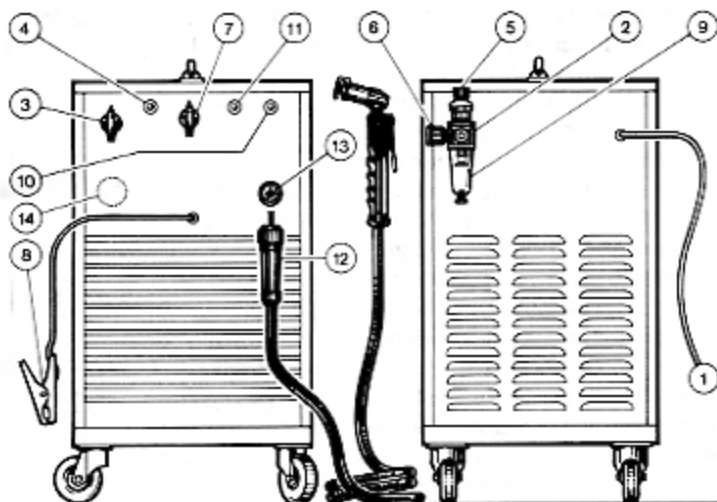
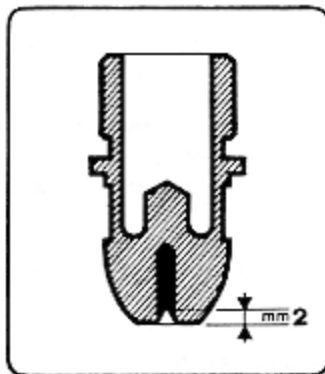
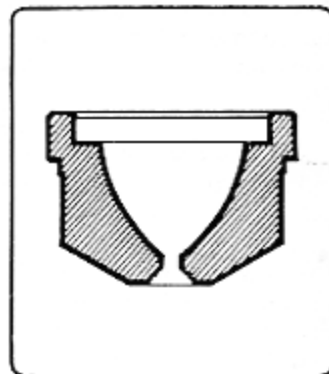
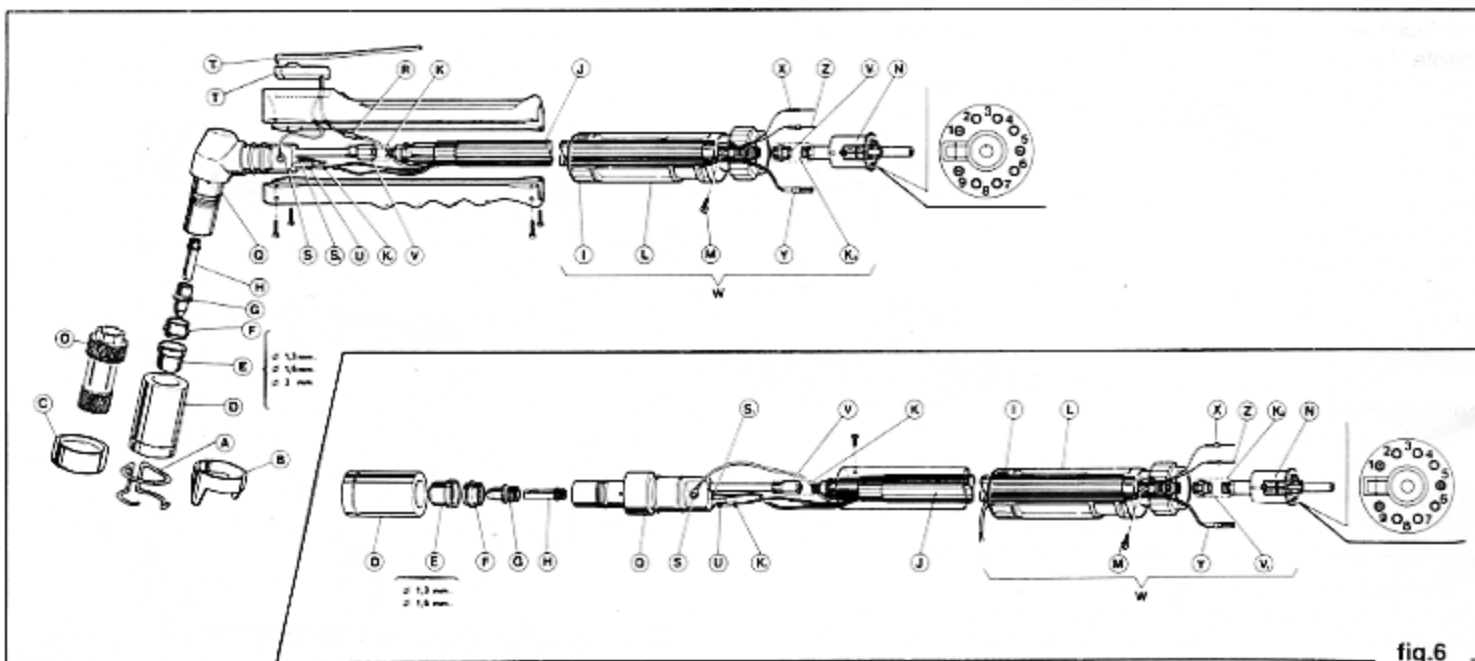

fig.2
fig.7
fig.8
fig.6
Pneumatica: per evitare che la pressione dell'aria sia insufficiente, posta sull'alimentazione della torcia ed evidenziata dalla lampada (11) (fig.2).
- 2) (Solo versione 90 A) che manda in blocco la macchina quando l'elettrodo raggiunge uno stato di usura tale da dover essere sostituito. Questa seconda funzione è evidenziata dall'accensione della lampada (10) (fig.2).
(Fig. 2) Montare la torcia sulla macchina avvitando a fondo la ghiera dell'adattatore (12) sul raccordo fisso (13) per evitare che perdite di aria da questo raccordo possano pregiudicare o danneggiare il funzionamento della torcia. Fare molta attenzione a non ammaccare il perno portacorrente o a non piegare gli spinotti dell'adattatore (12); un'ammaccatura sul perno impedisce di scollegarlo, una volta montato, dal raccordo fisso (13); uno spinotto piegato impedisce un buon fissaggio dell'adattatore (12) sul raccordo fisso (13) ed impedisce alla macchina di funzionare.
E' indispensabile utilizzare in ogni condizione di taglio un distanziale (distanziale a due punte B o molla A di fig.6). Tenere una distanza di circa 4 mm (torcia per impiego in automatico) per evitare di mettere a contatto diretto l'ugello con il pezzo da tagliare.
Accendere l'apparecchio agendo sull'interruttore di rete 3 (fig.2); questa operazione, è evidenziata dall'accensione della lampada(4).
Per questa operazione si deve usare l'ugello E (fig.6) diam.3 mm e si deve montare il distanziale C sulla boccia portaugello D. Il dis-
I particolari ad usura (fig.6) sono l'elettrodo G, il diffusore F e l'ugello E. La sostituzione di una di queste è possibile solo dopo aver svitato il porta ugello D.
L'elettrodo deve essere sostituito quando presenta un cratere profondo c.a. 2 mm. (vedi fig.7). Nella versione 90 A in caso di mancata sostituzione dell'elettrodo l'apparecchio si blocca (accensione lampada spia (10) fig. 2). Per ripristinarlo è necessario spegnere l'apparecchio sostituire l'elettrodo, l'ugello e riaccenderlo
agendo ancora sulla manopola (3) (fig. 2).
L'ugello va sostituito quando presenta il foro centrale rovinato oppure molto allargato rispetto a quello del particolare nuovo (vedi fig.8). Il diffusore F (fig.6) va sostituito quando una delle estremità tende a carbonizzare. Spesso questo particolare, a causa delle sollecitazioni termiche e meccaniche cui sottoposto, tende a rimanere incollato all'elettrodo G oppure all'ugello E. Per distaccarlo si consiglia di utilizzare l'estrattore O, fornito in dotazione all'apparecchio che permette il distacco senza danneggiare il diffusore.
2) Sostituzione del corpo torcia Q (vedi fig. 6)
3) Sostituzione dell'adattatore W (vedi fig.6)
4) Sostituzione del cavo J (vedi fig.6)
5) Sostituzione del pulsante T (torcia manuale - vedi fig.6)
6) Sostituzione dell'impugnatura (torcia manuale - vedi fig.6)
7) Sostituzione dell'impugnatura (torcia per impiego in automatico - vedi fig.6)
8) Sostituzione del tubetto diffusore H (vedi fig.6)
- manopola 7 (fig.2) non posizionata correttamente.
- morsetto di massa 8 (fig.2) non in buon contatto elettrico con il pezzo.
- (Solo per versione 120 A) foro ugello E (fig.6) troppo grande rispetto al valore di corrente predisposta con la manopola 7 (vedi fig.2).
È importante mantenere pulito l'ugello dalle scorie di metallo; per questa operazione utilizzare una comune spazzola d'acciaio. Evitare di usare corpi appuntiti per non deteriorare il foro dell'ugello. Se si incontrano difficoltà a togliere l'elettrodo operare come indicato: lubrificare il filetto dell'elettrodo con liquido penetrante lubrificante; quindi svitare l'elettrodo. Se durante la rimozione di quest'ultimo si danneggia il filetto del supporto porta elettrodo del corpo torcia ripassarlo con un maschio M11 dopo aver tolto il tubetto diffusore H (fig.6).
Anche se la macchina è provvista di un dispositivo automatico per lo scarico della condensa, che entra in funzione ogni volta che si chiude l'alimentazione dell'aria, è buona norma, periodicamente, controllare che nella vaschetta 9 (fig.2) del riduttore non vi siano tracce di condensa. Periodicamente è necessario pulire l'interno della macchina dalla polvere metallica accumulata, utilizzando aria compressa.